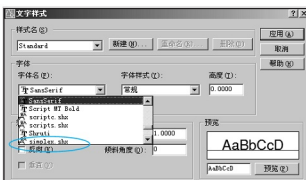

图 3.4 选择字体名 simplex.shx
(2) 将 Standard 文字样式的字体修改为 simplex.shx。
① 确认中文输入法已经关闭后，打开【字体名】下拉列表，输入“s”，此时字体名自动滚动到“simplex.shx”选项，如图 3.4 所示，然后选择该字体名即可。